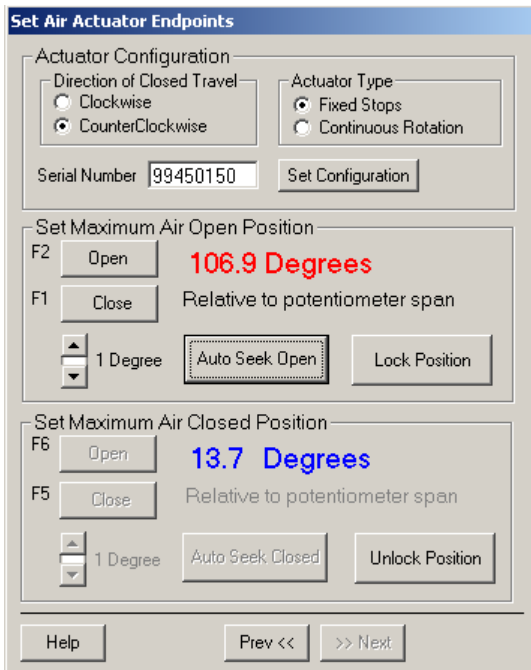

Fig. 12. Déplacez l'actionneur de 5 degrés par rapport à la butée d'ouverture mécanique.
8. Déplacez l'actionneur de 5 degrés par rapport à la butée d'ouverture mécanique. Voir la Fig. 12.